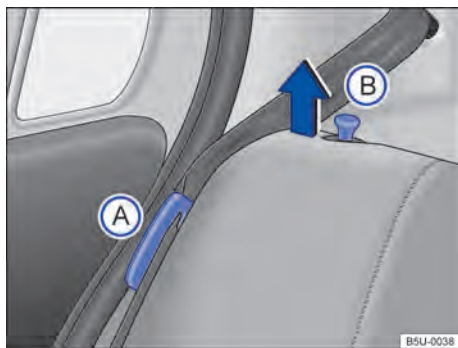
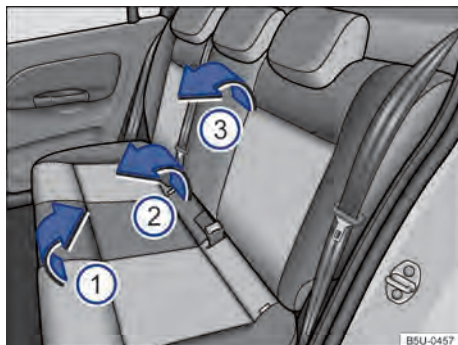

Fig. 56 Banco traseiro: posicionador do cinto de segurança (A) e pino de destravamento do encosto (B).
Fig. 57 Banco traseiro: rebater o banco traseiro.
As figuras → Fig. 56 e → Fig. 57 ilustram, como exemplo, o procedimento para rebater o banco traseiro.
- Encaixar os cadarços dos cintos nos respectivos alojamentos no revestimento lateral → Fig. 56 (A).
- Puxar o assento pela parte da frente → Fig. 57 (1) no sentido da seta, para cima.
- Levantar a parte traseira do assento → Fig. 57 (2) e deslocar totalmente para a frente, de maneira que o assento fique o mais próximo possível do assoalho e do encosto do banco dianteiro.
- Puxar os pinos de destravamento → Fig. 56 (B) e, ao mesmo tempo, rebater parcialmente o encosto do banco → Fig. 57 (3) e remover os apoios para cabeça → Página 71. Abaixar totalmente o encosto do banco traseiro.
- Encaixar os cadarços dos cintos de segurança nos respectivos posicionadores → Fig. 56 (A).
- Levantar os pinos → Fig. 56 (B) e, ao mesmo tempo, rebater parcialmente o encosto do banco traseiro → Fig. 57 (3).